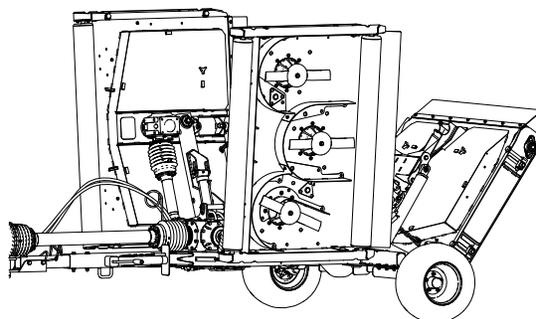

Рисунок 69
- Поднимите и зафиксируйте деки газонокосилки; выключите двигатель и извлеките ключ (Рисунок 69).